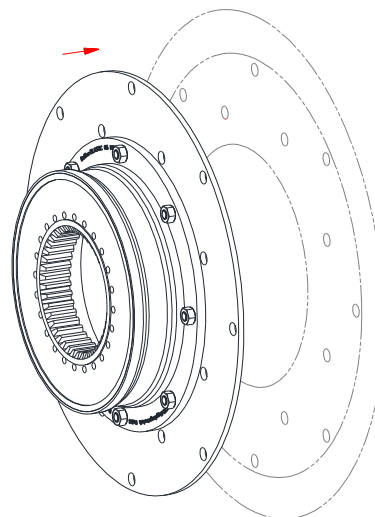

Bild 13: Montage des Elastomerteils an das Schwungrad
- Setzen Sie den Anschlussflansch mit Elastomerteil (Bauteil 1 und 3 der Bauart HE1 und HE2) oder das Elastomerteil (Bauteil 1 der Bauart HE3 und HE4) in die Zentrierung des Schwungrades (siehe Bild 13).